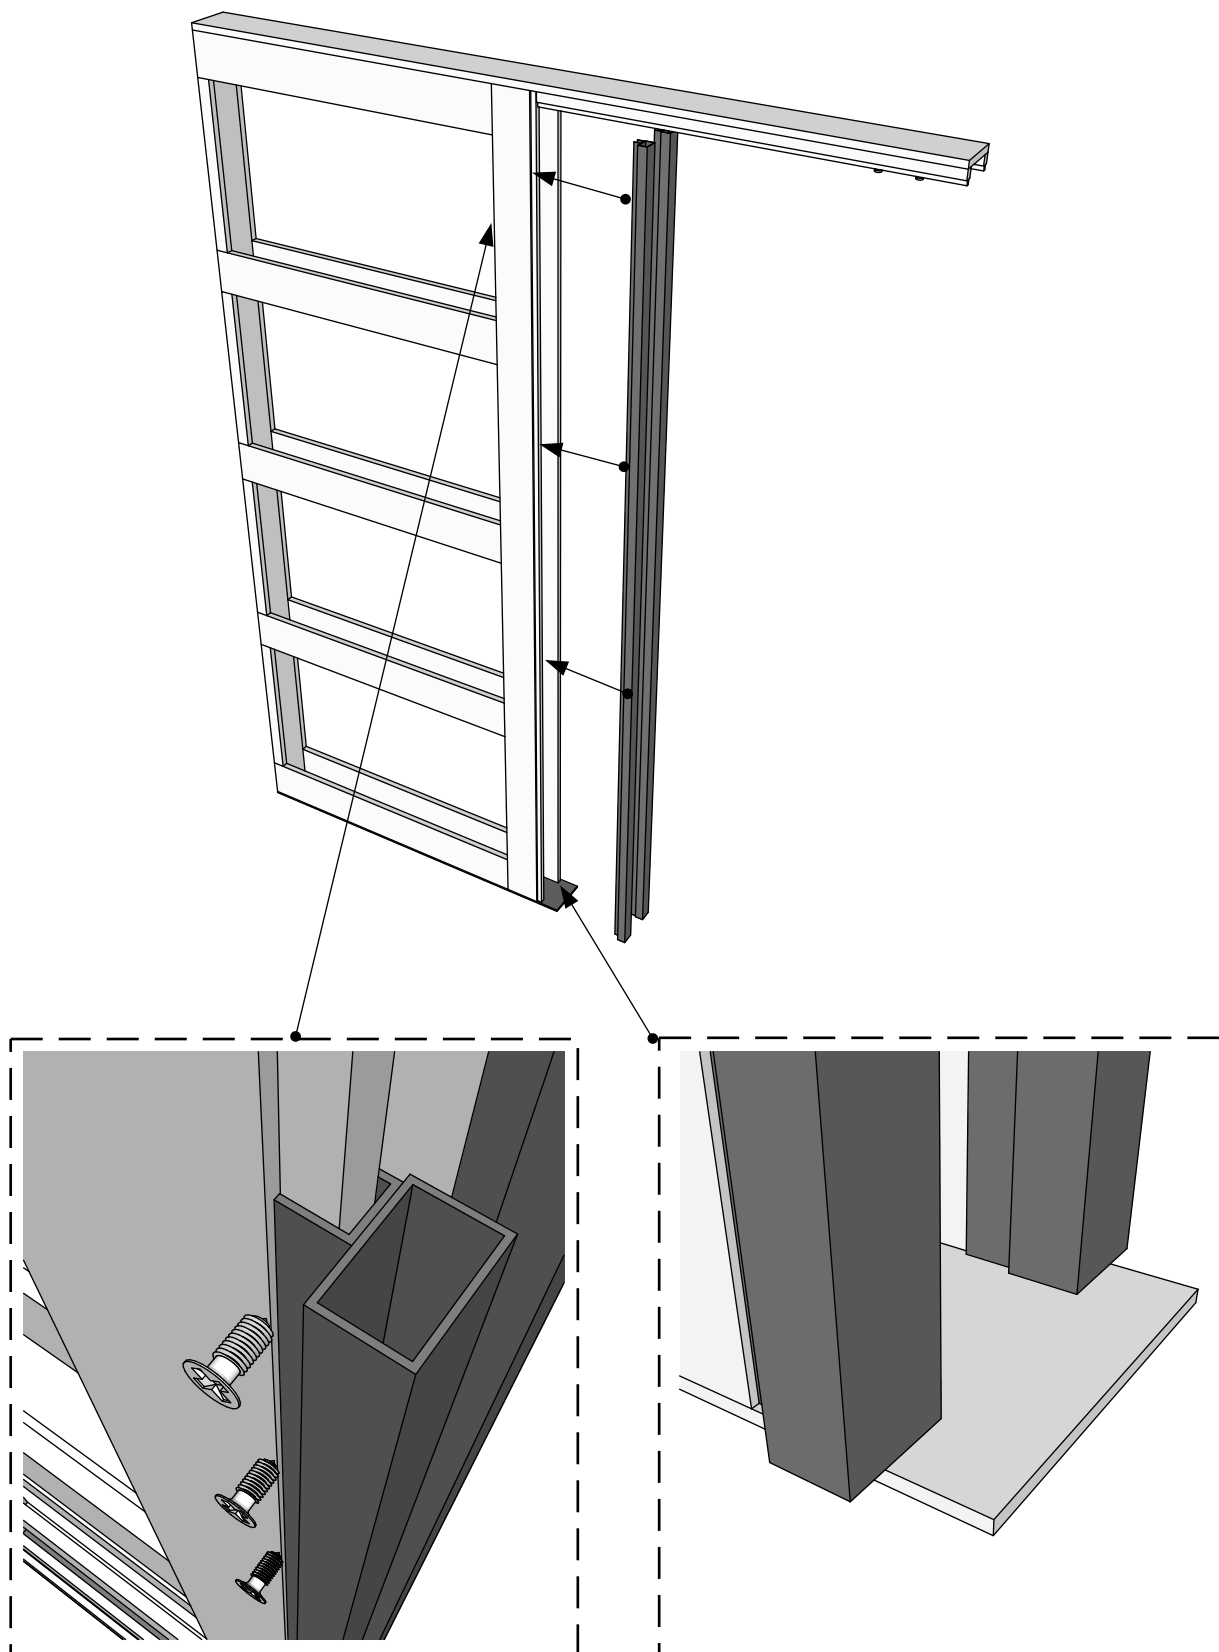

Рисунок 15
4.8 Установить жёсткости (деталь L) на боковые стойки (деталь В) и закрепить саморезами 4,2*16 (Рис. 15). При монтаже следить, чтобы больший выступ у жёсткости был с внешней стороны. Жёсткости совместить с нижним краем боковых стоек.